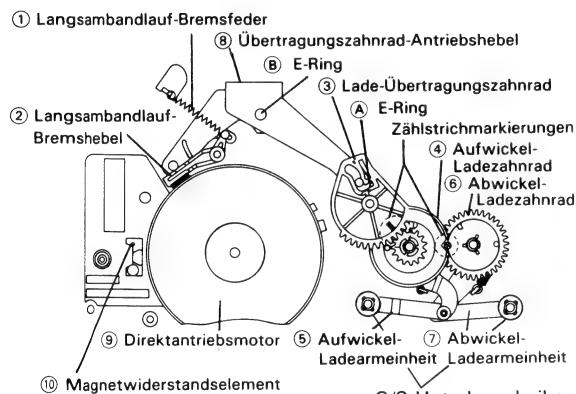

Abbildung 1-31.
2. Beim Einbauen die Zählstrichmarkierungen ausrichten (siehe Abb. 1-31).
1. Den Übertragungszahnrad-Antriebshebel in den Entladezustand bringen (siehe Abb. 1-31).
2. Den Übertragungs-Schalthebel **④** auf das Hauptchassis setzen. Der Schalthebel muß der Rückwärtsführungs-Federöffnung im Hauptchassis angepaßt werden. Danach den Hauptnocken so positionieren, daß der abgeschnittene Teil der Nabe **C** in Pfeilrichtung  $\Rightarrow$  **D** Weist.
3. Den Halb-Ladehebel **①** so positionieren, daß sein Nockenstößel in der äußersten Nockennut liegt. Nun den E-Ring **A** anbringen.